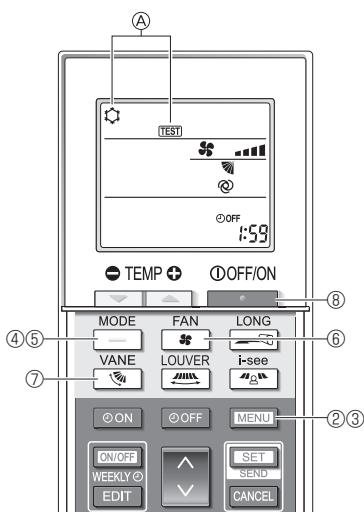

Fig. 7-5
- ① Attivare l'alimentazione almeno 12 ore prima della prova di funzionamento.
- ② Premere il pulsante **[MENU]** per 5 secondi. (Fig. 7-5)
Vengono visualizzati **Ⓐ [TEST]** e il modo operativo in corso. (Fig. 7-5)